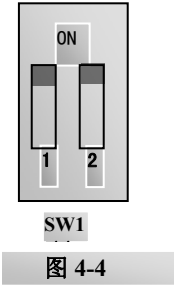

图 4-4
- (2) 按方式键，进入编程菜单。
- (3) 进行电机参数学习；操作步骤与例 1 完全相同。
- (4) 设置变频器的功能参数：
- ① 进入 F203 参数，设置为 1，选择模拟 AI1，0~10V 电压端子频率设定方式；
- ② 进入 F208 参数，设置为 1，选择方向端子（OP6 设置为自由停机，OP3 设置为正转；OP4 设置为反转）控制运行；
- (5) 对于 IVT100G 系列变频器控制端子排附近有一两位红色拨码开关 SW1，如图 4-4 所示。拨码开关的作用是选择模拟量输入端子 AI2 的电压信号（0~5V/0~10V）或电流信号，出厂值默认为电流通道。实际使用时通过 F203 来选择模拟量输入通道。按图示把开关 1 拨到 ON 位置，2 拨到 ON 位置，选择 0~20mA 电流调速。其他拨码开关的位置与调速方式详见下表 4-2。
- (6) 闭合 OP3 开关，电机开始正向运转；
- (7) 在运行中，可调节设定电位器，修改变频器当前设定频率；
- (8) 在运行中，断开 OP3 开关，再闭合 OP4 开关，电机运行方向改变；
- (9) 断开 OP3 开关和 OP4 开关，电机减速，直到停止运行；
- (10) 断开空气开关，变频器断电。